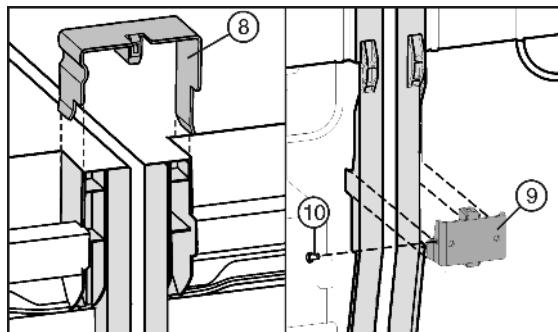

Fig. 7
- Вставьте соединительную скобу Fig. 7 (8) вверху в средние боковые стенки.
- Вставьте соединительный уголок Fig. 7 (9) снизу в соответствующий вырез.
- Если соединительный уголок сидит свободно, установите винт Fig. 7 (10).